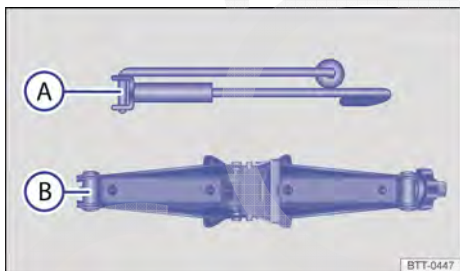

Fig. 319 Componentes do macaco sanfona.
5. Soltar os parafusos de roda da roda a ser trocada → Página 421. Enganchar a manivela manual → Fig. 319 (A) no macaco sanfona (B).